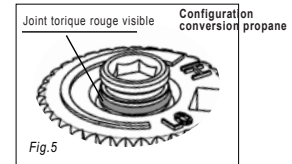

Fig. 5
- 14) S'il s'agit d'une conversion du gaz naturel au propane, vérifier que la vis est bien réassemblée avec le joint torique rouge visible (Fig. 5)